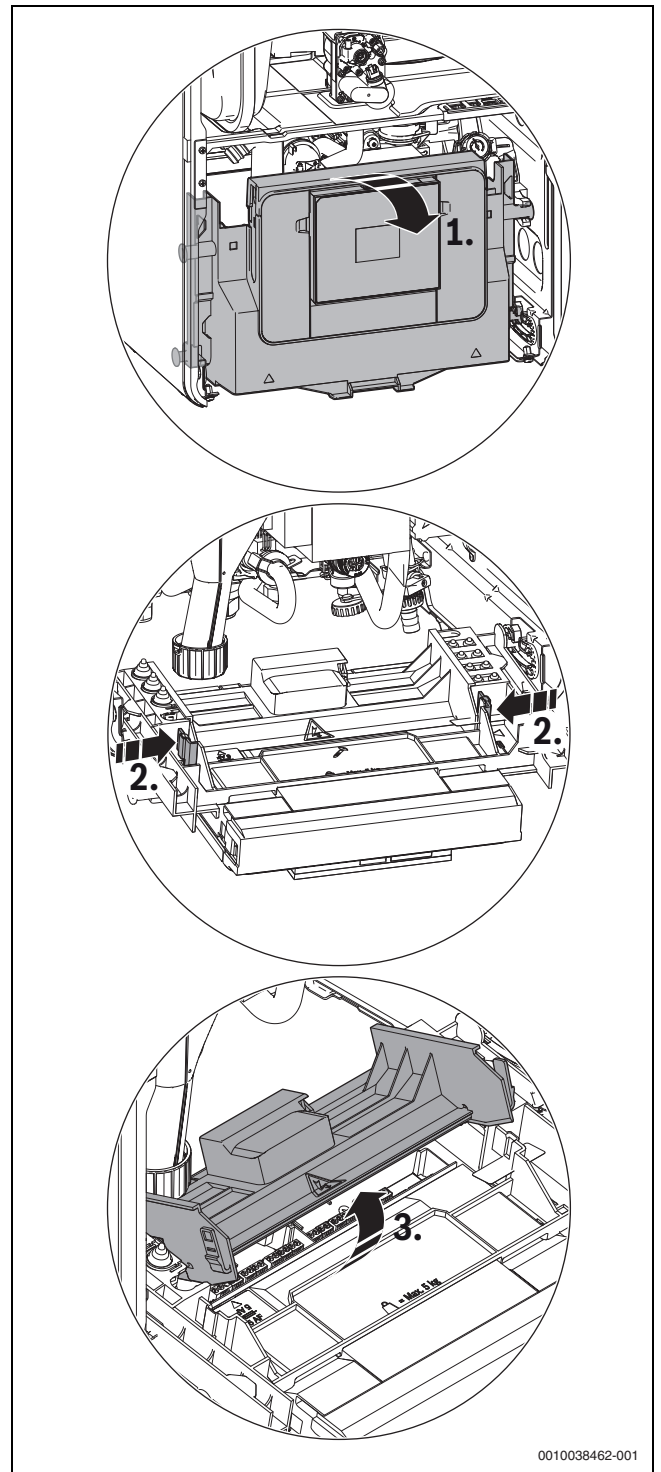

Bild 36 Abdeckung aufklappen
- ▶ Steuergerät nach unten klappen (→ Bild 36).